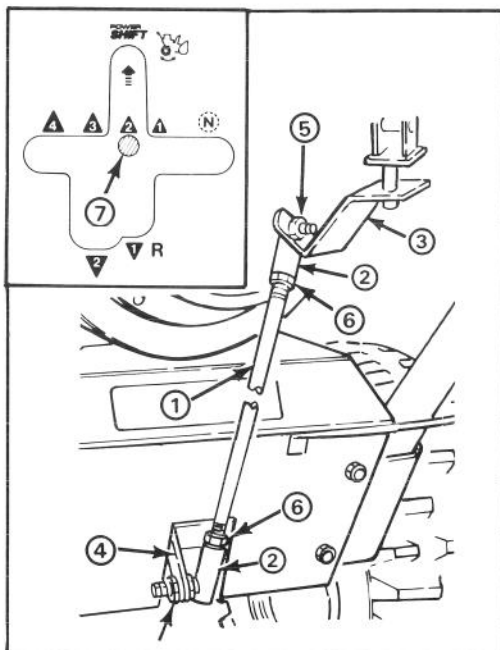

Figure 32
**Remarque :** si le levier de changement de vitesse n'est pas aligné avec la fente. Power Shift sur le panneau de commande (fig. 32 illustration intérieure), il convient d'ajuster la longueur de la tige de conversion comme suit :